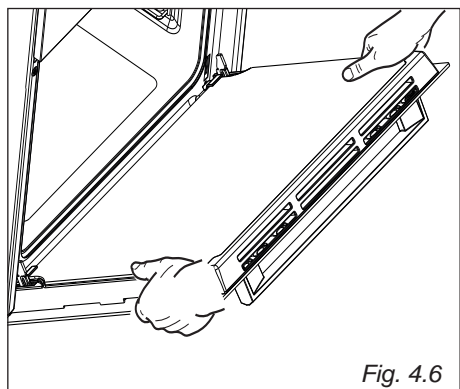

Fig. 4.6
- Impugnare la porta come illustrato in fig. 4.6.